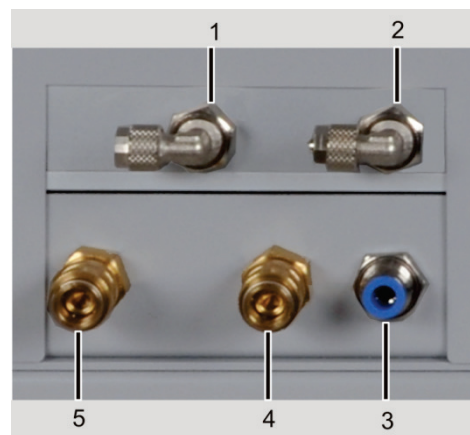

Fig. 28 Conexiones para gas y agua de refrigeración
- 5 Conexiones de gas y agua de refrigeración (véase Fig. 28)